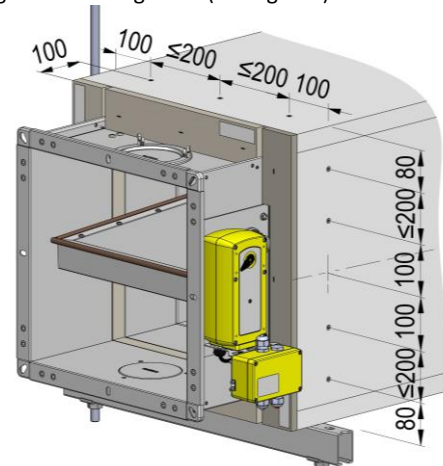

Figura 32: montaggio dei pannelli antincendio PROMATECT® sul controtelaio ERA2
- Montaggio del rivestimento ignifugo (Pos. 41) realizzato con pannelli ignifughi PROMATECT®, d = 35 mm, inclusa sospensione. Fare riferimento all'ultimo manuale Promat®, esecuzione 478. I pannelli antincendio PROMATECT® vengono avvitati su tutto il perimetro del controtelaio ERA2, vedere la Figura 32. La sospensione nell'area della BKA-EN deve essere realizzata come raffigurato nella Figura 29(dettaglio G).